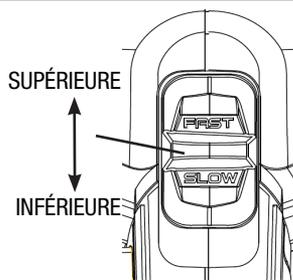

FIG 7
La tronçonneuse a deux vitesses de fonctionnement. Pour sélectionner la vitesse, faites glisser le sélecteur de vitesse (9) vers l'avant pour une vitesse supérieure, vers l'arrière pour une vitesse inférieure. Voir FIG. 7.